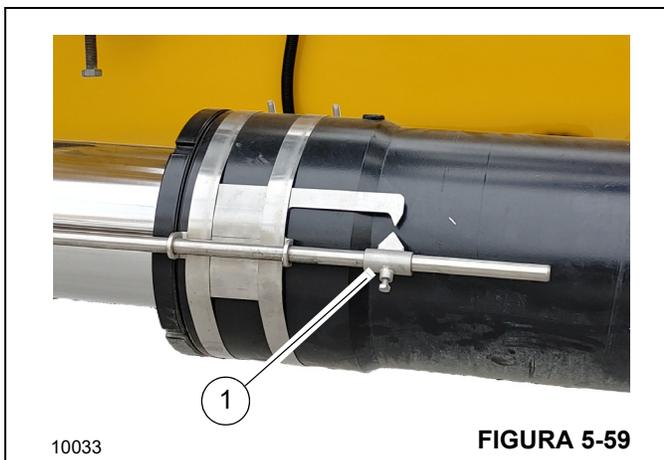

FIGURA 5-59
- Si almacena una extensión de la pluma hidráulica opcional, asegúrese de que el indicador de ángulo (1, Figura 5-59) esté alineado. Si las flechas no están alineadas, ajuste el desplazamiento de la extensión de la pluma según sea necesario para alinearlas. Para más información, consulte *Ajuste de la compensación de la extensión de la pluma hidráulica (opcional)*, página 5-88.